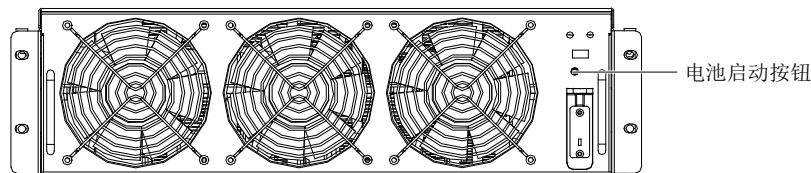

图5-2 电池启动按钮位置
- 2. 按功率模块前面板上的电池启动按钮（见图 5-2）。